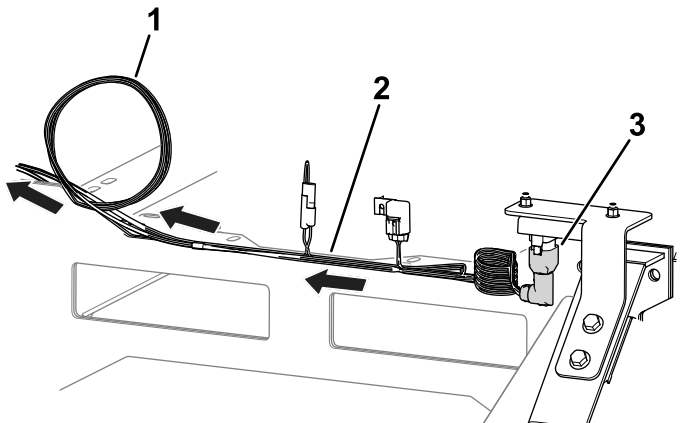

Figura 4
4. Instale o conector da cablagem rotulada P02 ao sensor de declive (Figura 4).
5. Encaminhe a cablagem para o painel de controlo (Figura 4) e certifique-se de que está fixa e afastada de parte em movimento ou pontos de pressão.
6. Enrole qualquer quantidade de cablagem que sobre do painel de controlo (Figura 4).